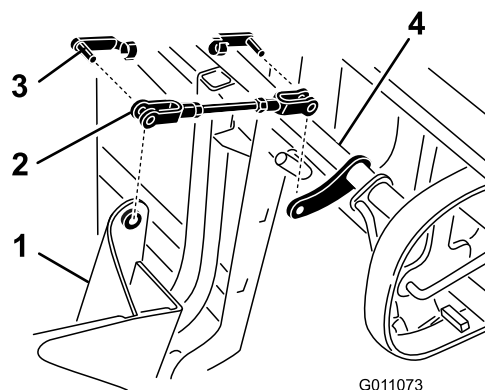

Рисунок 13
9. Установите вилки на наполнитель мешка и ручку и закрепите двумя пружинными скобами штифтов с отверстиями (Рисунок 13).
10. Поверните рычажный механизм рукоятки наполнителя мешка вверх к узлу наполнителя мешка и закрепите его с помощью пружинной скобы штифта с отверстием (Рисунок 13). Ослабьте и поверните вилку, если необходимо, чтобы выровнять ее относительно наполнителя мешка.